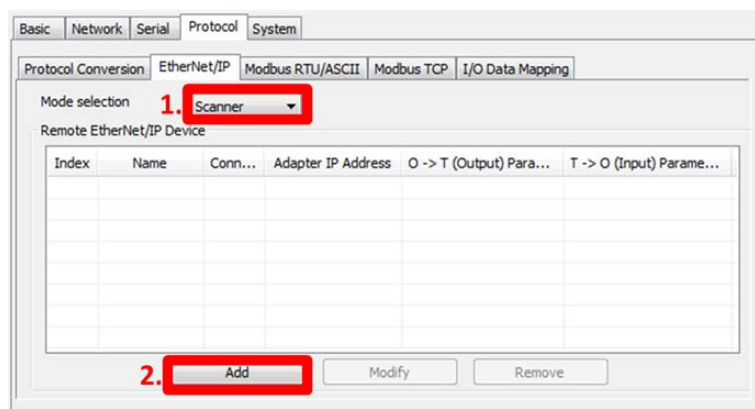

Рис. 7
1.5 Во вкладке **Protocol** → **EtherNet/IP** необходимо настроить параметры работы МGate 5105-МВ-ЕІР со стороны EtherNet/IP. Выберите режим работы МGate – **Scanner** и нажмите кнопку **Add** (Рис. 7).